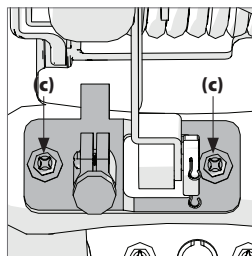

Abb. 7
- Lockern Sie die beiden Schrauben. (**Abb. 7, c**)